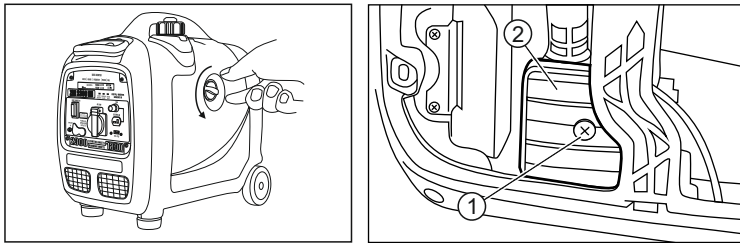

Рисунок 10 – Воздушный фильтр
- Снимите защитный экран воздушного фильтра и вытащите фильтр (Рис.10).